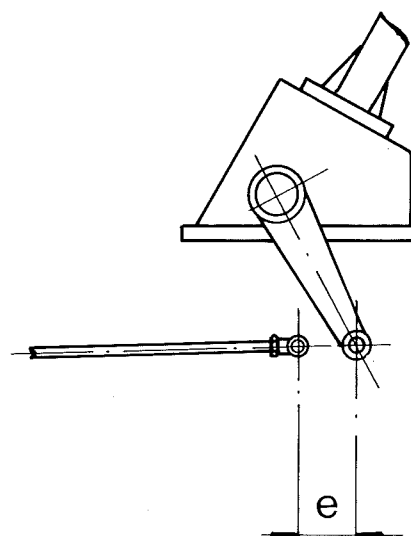

Fig. 153 - Position du levier de la direction avec le volant complètement à gauche.
- Tourner le volant de direction vers la gauche en amenant le levier de direction complètement vers l'arrière (fig. 153).